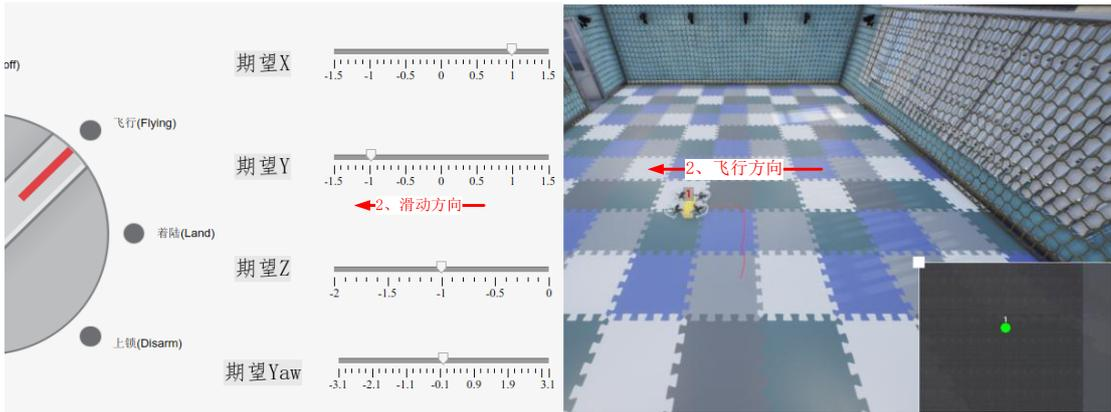

图 26 滑动滑杆期望 Y 无人机沿 Y 轴飞行
(3) 如图 26 所示，滑动设置期望 Y 的滑杆至大约-1m 处。可通过鼠标左键在滑杆-1m 处单击实现滑动，可在 RflySim3D 中观察到飞机沿着 Y 方向运动。